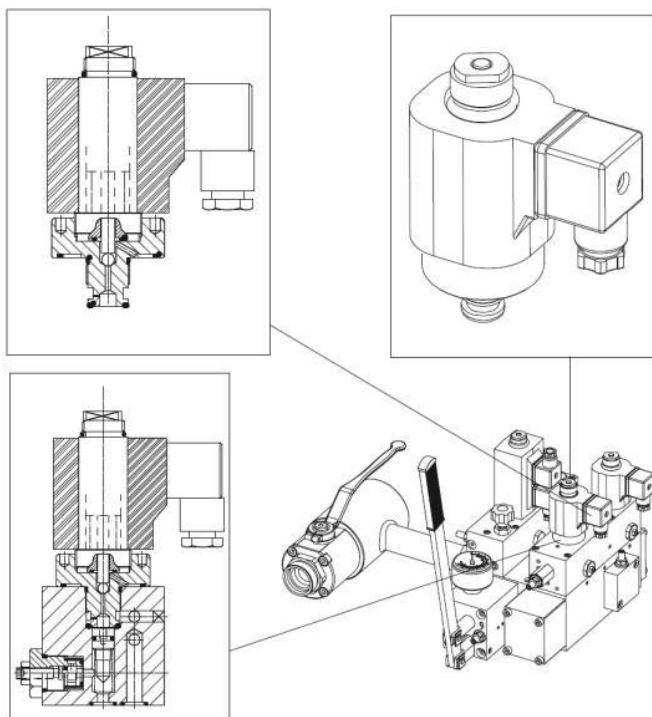

Fig. 53 – Bloque de subida para arranque Δ o soft starter
- Montar en lugar del tapón "A" el dispositivo Δ - Δ (Fig. 53), sin cerrar el agujero donde estaba el tornillito "B".